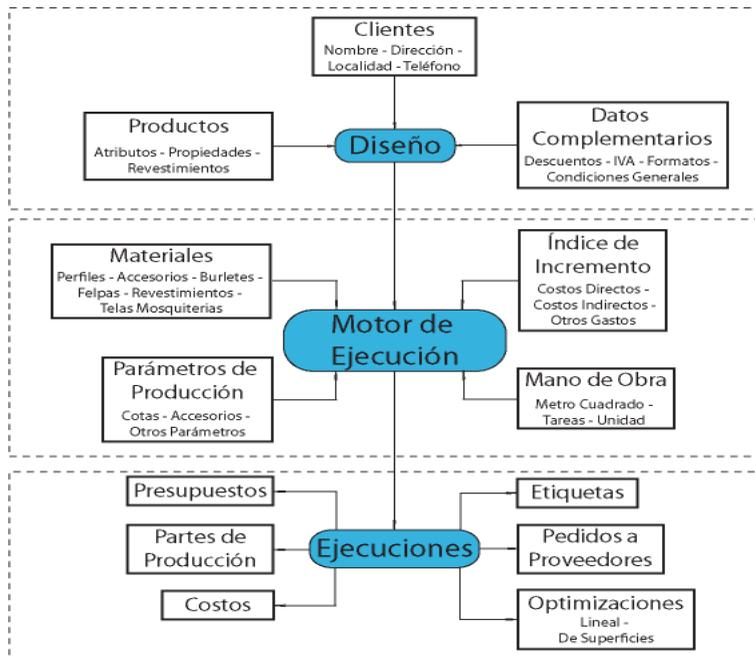

Figura 1.1 - Proceso Operativo de funcionamiento de OP 2.1
**OP 2.1** proporciona las herramientas necesarias para el desarrollo rápido y ágil de cerramientos de aluminio. En el esquema se muestran los bloques más importantes de funcionamiento. (Figura 1.1)